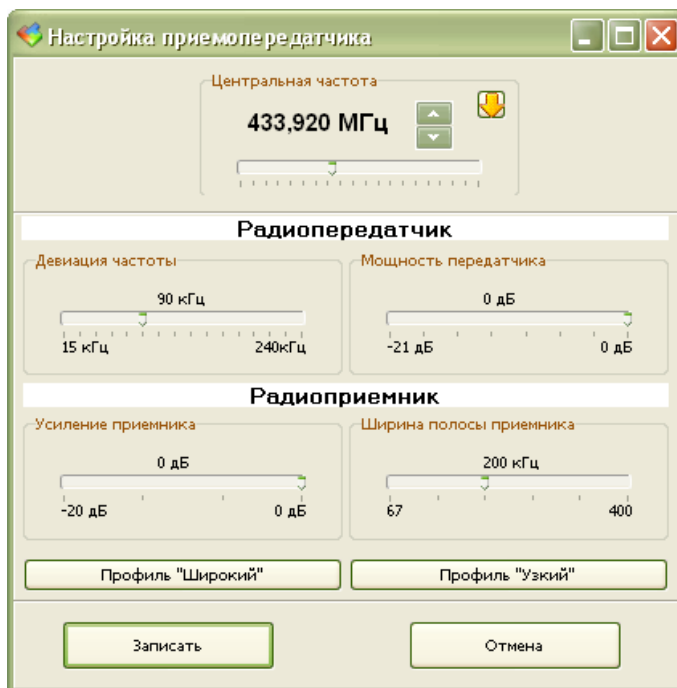

Рисунок 29 - Настройка приемопередатчика ретранслятора
4) На вкладке «Ретранслятор» нажать кнопку «Изменить параметры». В открывшемся окне параметров приемопередатчика ретранслятора установить следующие параметры (рисунок 29):